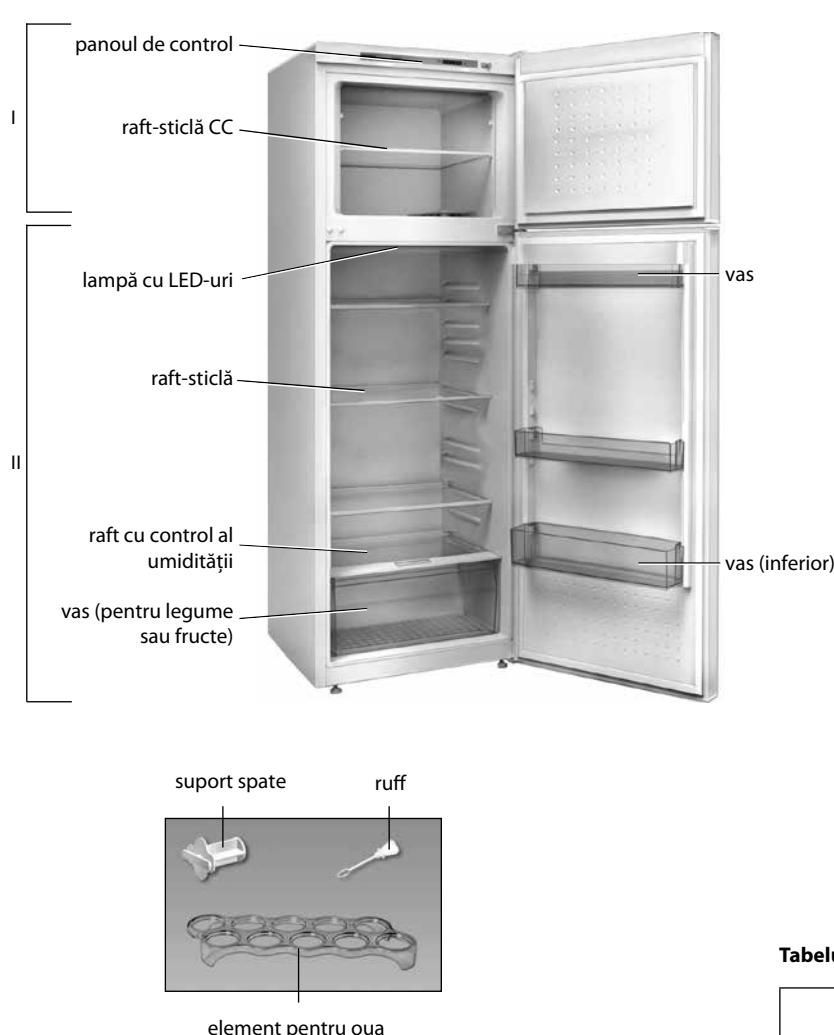
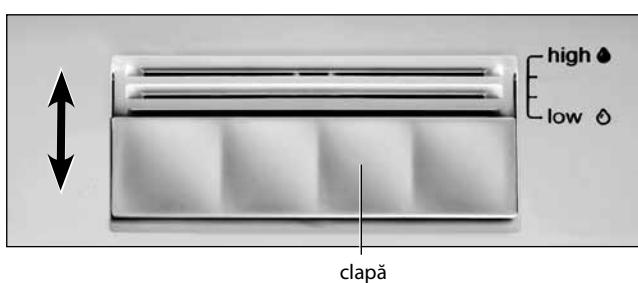

Figura 1 – Frigider și accesoriu
Figura 5
1.1 Frigiderul, în conformitate cu figura 1 este destinat pentru congelarea și depozitarea îndelungată a produselor congelate, pentru a prepara gheăță alimentară în secția de congelator (în continuare – CC); pentru răcirea și stocarea pe termen scurt a produselor alimentare, băuturilor, fructelor și legumelor în compartimentul pentru păstrarea proaspătă a alimentelor (în continuare – CF).
1.3 Pentru iluminarea în frigider este prevăzută o lampă cu LED-uri în conformitate cu figura 1.
Deasupra vasului (pentru legume sau fructe), există un raft cu un regulator de umiditate în conformitate cu figura 1. Umiditatea este reglată prin deplasarea clapetei în direcția săgeții în conformitate cu figura 5:
amortizorului în conformitate cu Figura 5, la care orificiile de ventilație nu sunt complet deschise / închise.